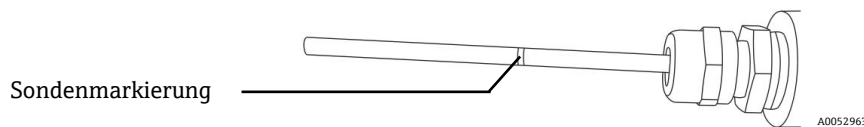

Abbildung 7. Sauerstoffsonde – Eintauchmarkierung
3. Markierung auf dem Sondenende lokalisieren. Diese Markierung zeigt die Tiefe an, bis zu der die Sonde eingebaut werden sollte. Siehe Abbildung 7.
9. Markierung auf dem Sondenende lokalisieren. Diese Markierung zeigt an, wie tief die Sonde eingebaut werden sollte. Siehe Abbildung 7.